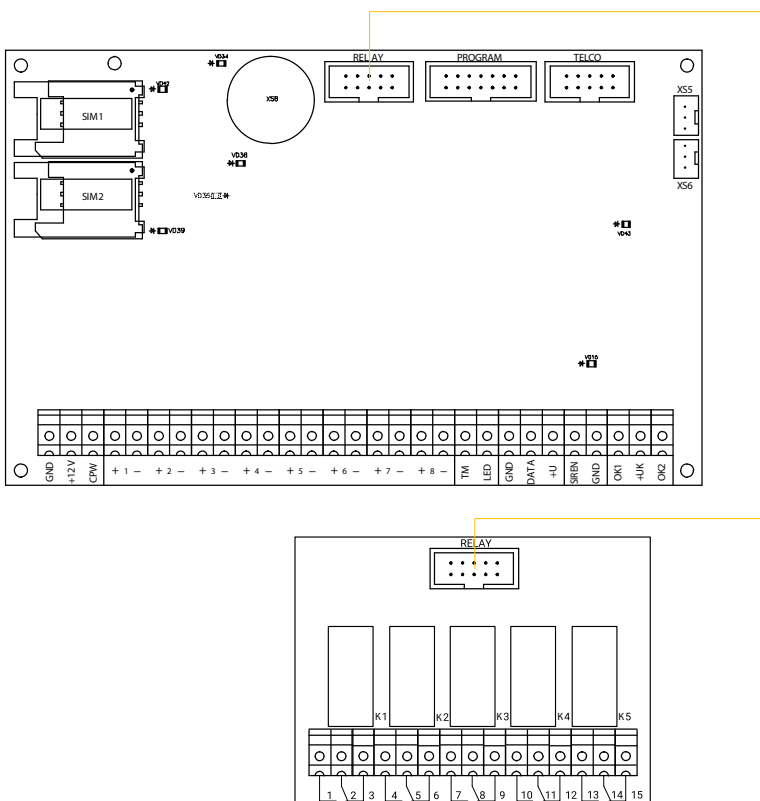

Рисунок 28. Схема подключения реле
- При помощи шлейфа разъёмом RELAY к такому же разъёму охранной панели. Данный способ подключения позволяет организовать дополнительную выносную световую индикацию состояния разделов (до 5) и не требует настройки реле. Работа релейных модулей определяется настройками охранной панели. В этом случае адресное реле работает и подключается, как обычное (рис. 28);